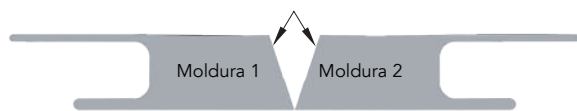

Figura 10
- Realice un corte longitudinal a lo largo de ambos contramarcos según el ángulo determinado (Figura 10).